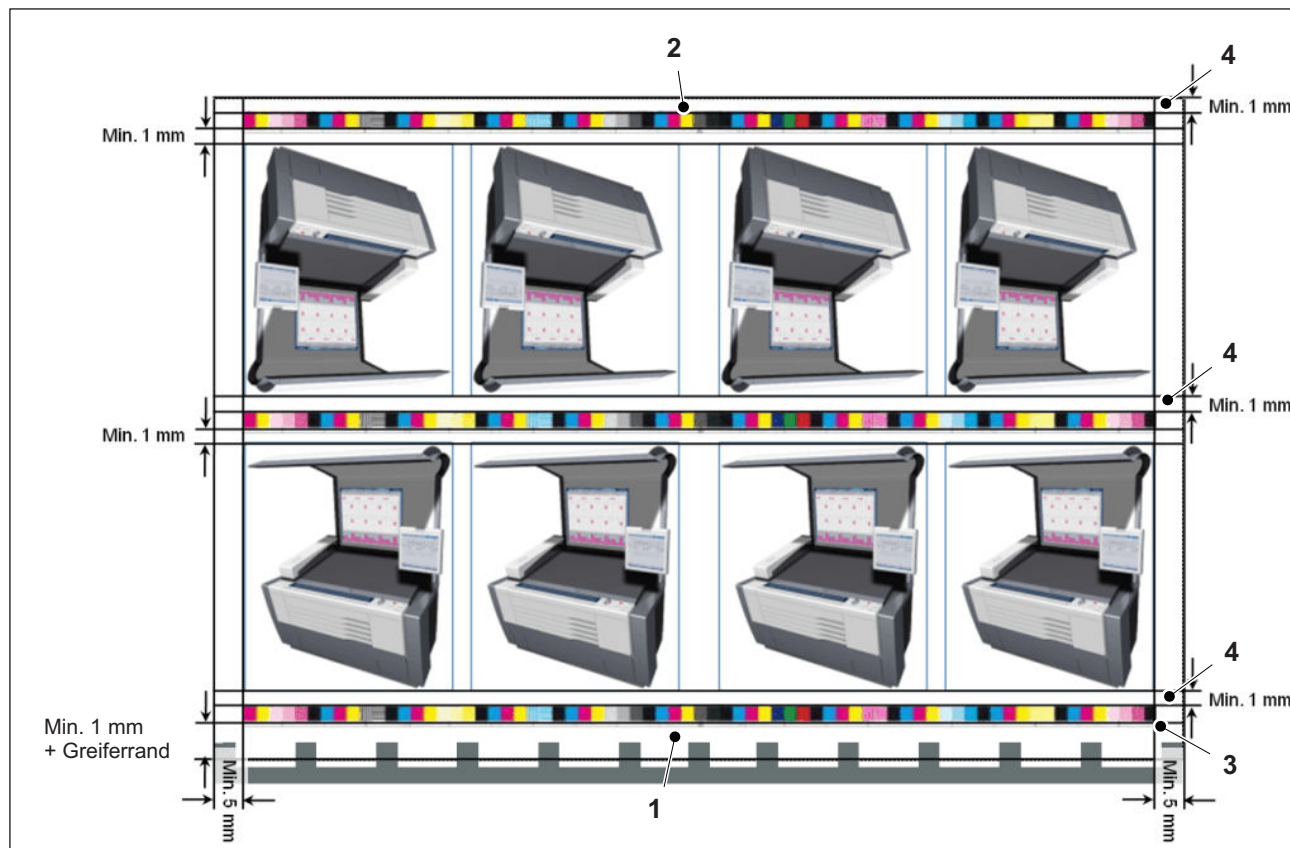

Abb. 13 Montage Prinect Axis Control am Prinect Press Center
- Sie können den Druckkontrollstreifen an jeder beliebigen Position zwischen Greiferrand (Abb. 13/1) und Bogenhinterkante (Abb. 13/2) montieren.
- Zur automatischen Papierweißmessung und Erkennung des Druckkontrollstreifens müssen zwischen den seitlichen Papierkanten und dem Beginn des Druckkontrollstreifens mindestens 5 mm Papierweiß sein (Abb. 13/3).
- Wenn Sie mit der automatischen Spurverfolgung (Auto Tracking) arbeiten, muss mindestens 1 mm Papierweiß zwischen den Farbmessfeldern und dem Druckbild sowie zur Bogenhinterkante sein (Abb. 13/4).